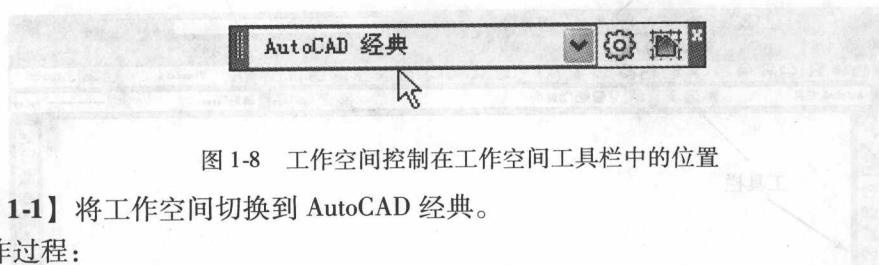

图 1-8 工作空间控制在工作空间工具栏中的位置
- 工具栏：[工作空间] → [工作空间控制] 下拉列表（图 1-8）